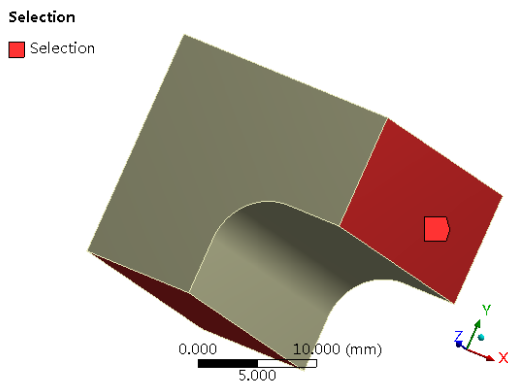

图 21-14 集合包含的面
2) 选择位于模型中的面, 然后在 Selection 的细节窗口(图 21-13)单击“Geometry”后, 再单击其后“Apply”按钮, 此时创建的集合包含的面如图 21-14 所示, 这些面将用于导入载荷。